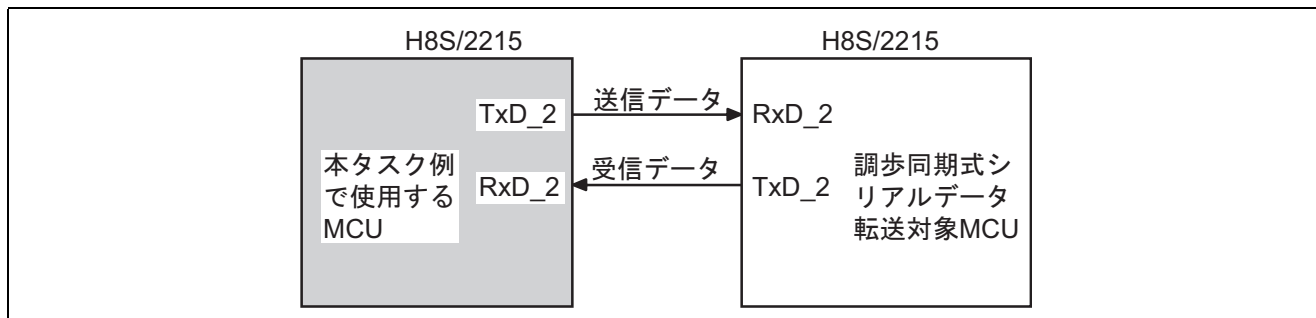

図 1 調歩同期式シリアルデータ同時送受信
- 図 1 に示すように調歩同期式シリアル転送機能を使用して、8 文字の 8 ビットデータの同時送受信を行います。